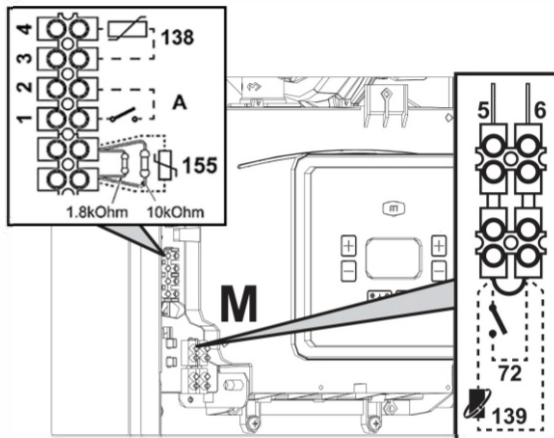
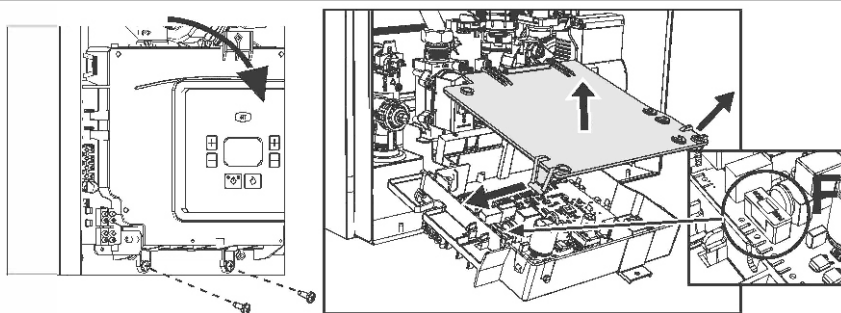

Рис. 18
Рис. 19
Для подключения бойлера необходимо использовать датчик NTC бойлера с кодом 043005ХО или 1KWMA 11 W. Датчик (поз.155) подключается к соединительной колодке котла (рис. 18) вместо двух сопротивлений. При следующем включении агрегата система управления опознает датчик бойлера и автоматически настраивается на работу с ним, вызывая активацию дисплея и устройств управления, необходимые для работы в режиме ГВС.
- После снятия передней панели (см. «Открытие передней панели» на стр. 32) можно получить доступ к клеммной колодке (**M**) и предохранителю (**F**), действуя как показано на рис. 18 и рис. 19. Клеммы, указанные на рис. 18, должны быть с беспотенциальными (сухими) контактами (не 230 В). Расположение клемм для различных соединений показано на электрической схеме на рис. 44.
Конфигурация выключателя ON/OFF ("А", рис. 18)